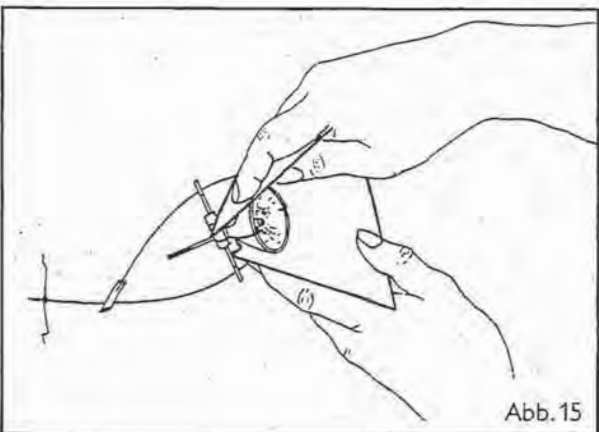

Abb. 15
1. Legen Sie das Element so vor sich, daß Sie in die Öffnung des Reflektors blicken. Umschließen Sie den Reflektor mit der Blende und formen Sie dabei einen Trichter. Stecken Sie die Ecklasche der Blende durch den Schlitz (Abb. 15). Achten Sie darauf, daß die Laschen der Blende auf eine der Drahtbügelspitzen ausgerichtet sind.